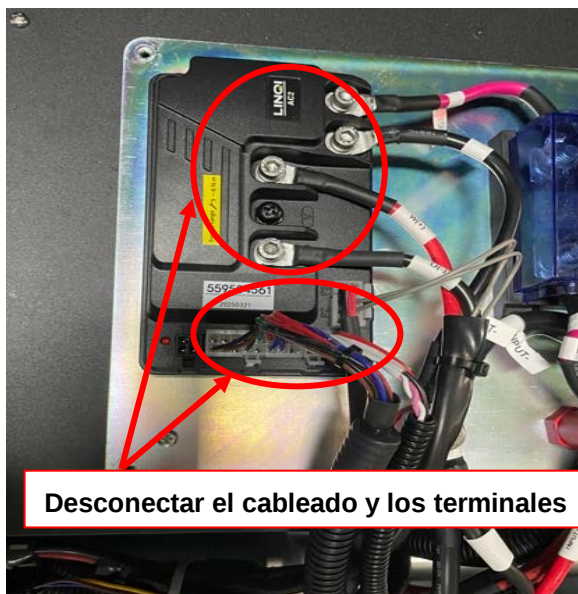

Figura 14
4. Desconecte todos los arneses conectados al controlador de tracción (Figura 14).